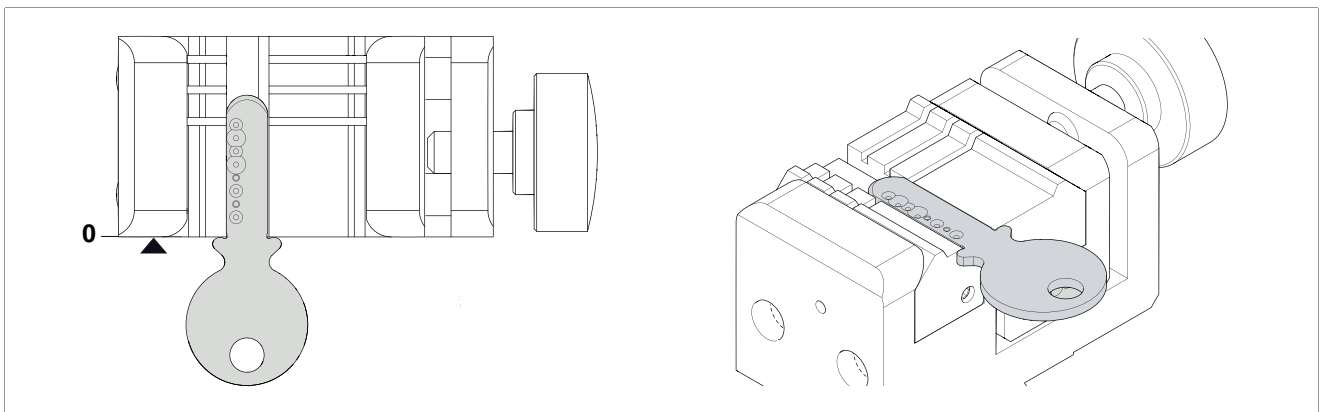
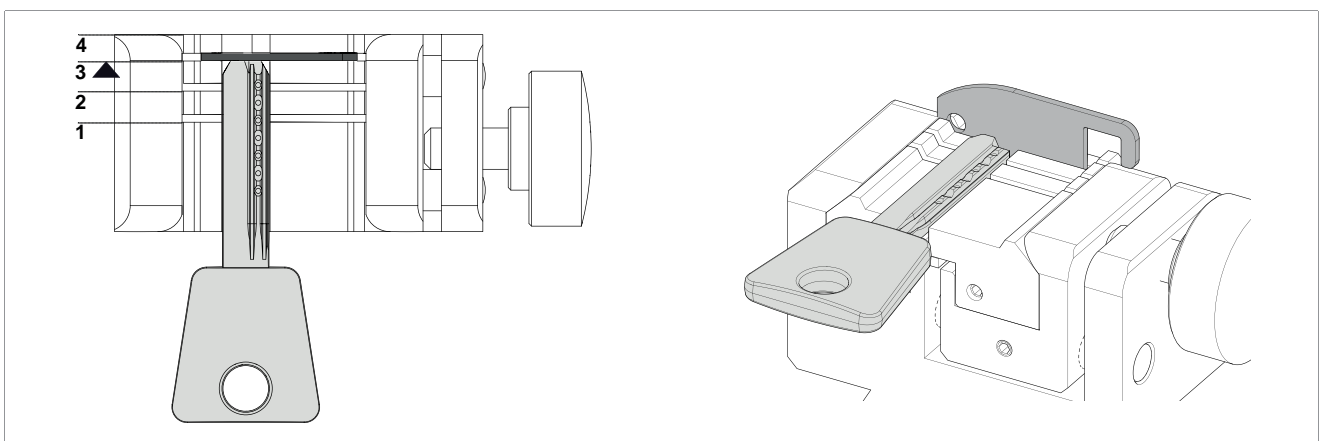

Fig. 46 - AANSLAG KOPZIJDE
Fig. 47 - AANSLAG PUNTZIJDE
- voorziene spanbekaanslag (Fig. 46 en Fig. 47)
Het eerste type (met aanslag) moet worden gepositioneerd tegen de klauwplaten (aanslag "0") (Fig. 46) terwijl het andere type (aanslag op puntzijde) moet worden gepositioneerd met de referentie ter hoogte van één van groeven (1-2-3-4), volgens de instructies van het Silca-programma op de tablet. Gebruik voor deze bewerking het bijgeleverde plaatje (Fig. 47).